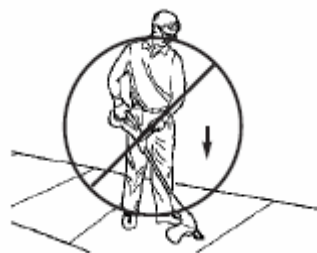

Fig. 20
8. **NE TAPEZ PAS LA DEBROUSSAILLEUSE SUR LE BETON** Cela pourrait abîmer la tête de coupe (Fig.20). Chaîne tête dispense automatiquement.